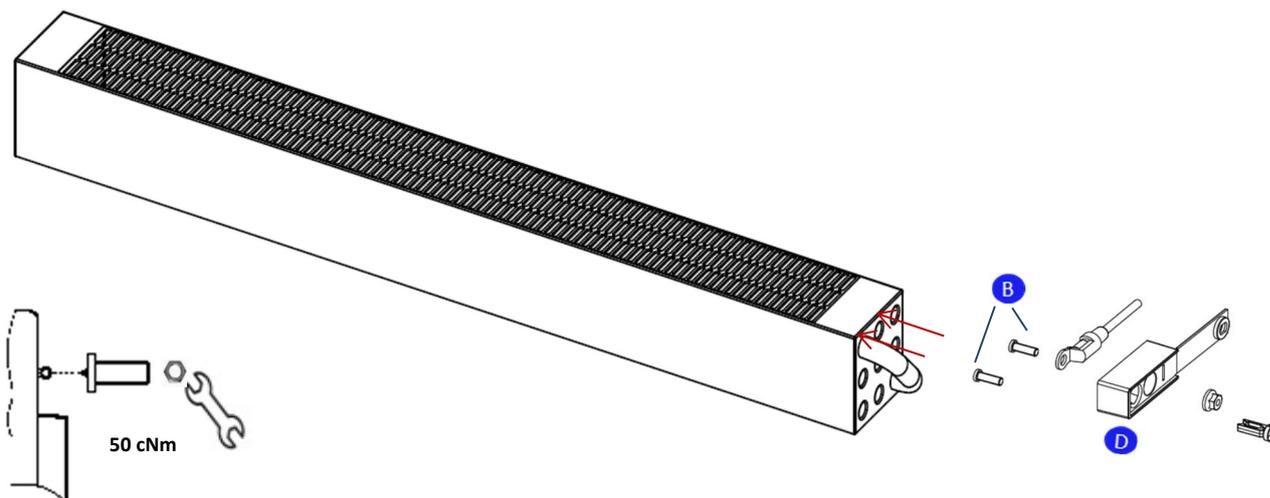

Abbildung 23:
- Kompaktkonvektor Basis Konvektor Typ 10/10 (auch für Typen 10/13, 10/16, 10/21, 10/26, 15/10, 15/13): siehe Abbildung 23